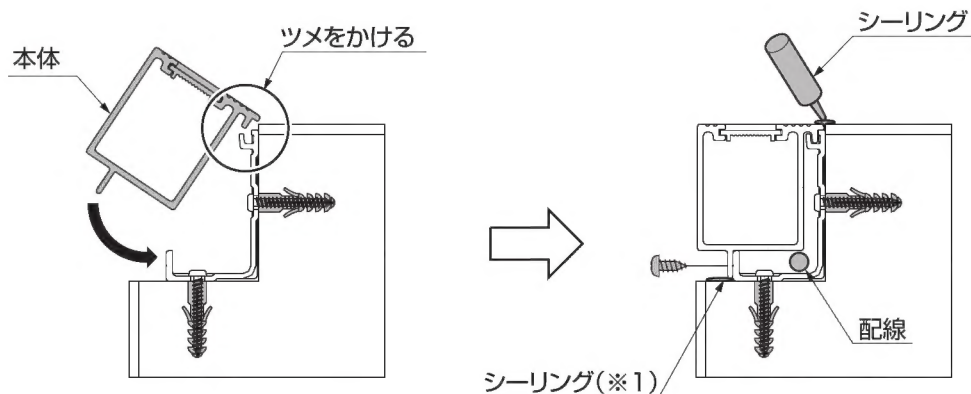
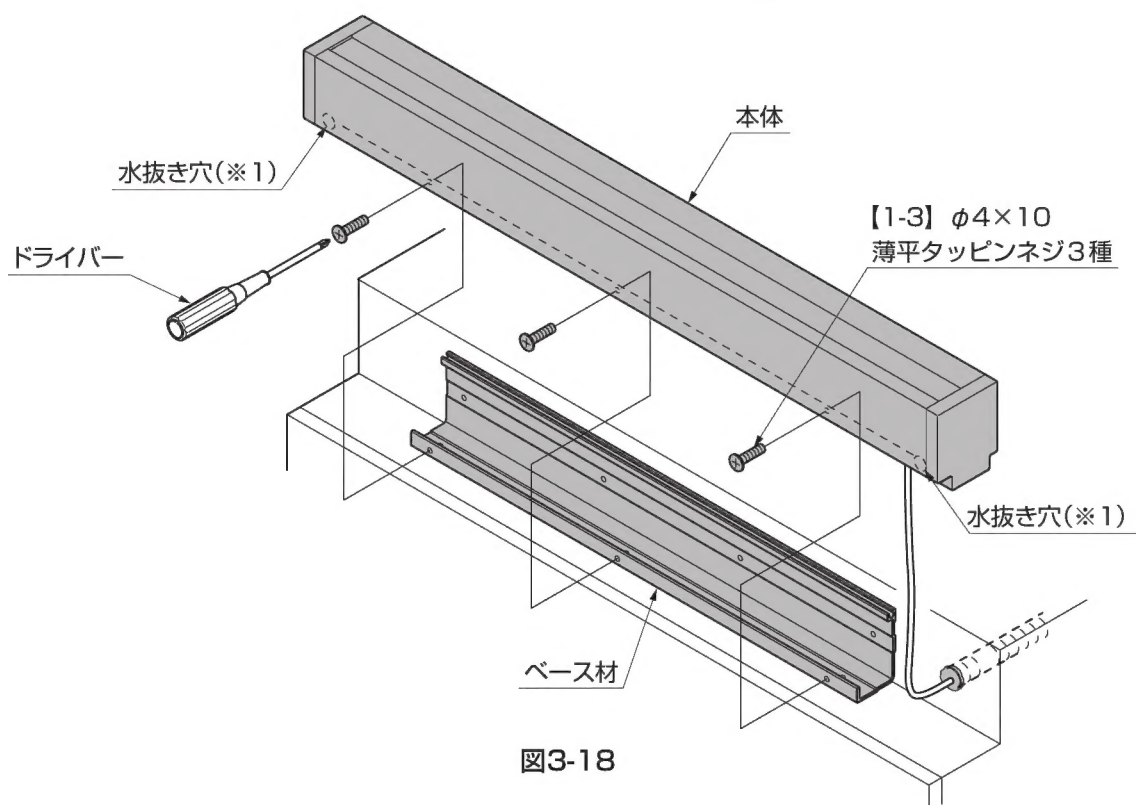

図3-17
図3-18
①本体をベース材に【1-3】で取付けてください。(図3-17、図3-18参照)
②本体と基礎接合部分にシーリングをしてください。(図3-17参照)